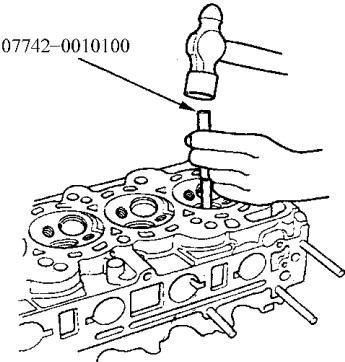

图 2-120 冲出气门导管
6) 如图 2-120 所示，调过头来，将气门导管朝缸盖凸轮轴一侧敲出来。